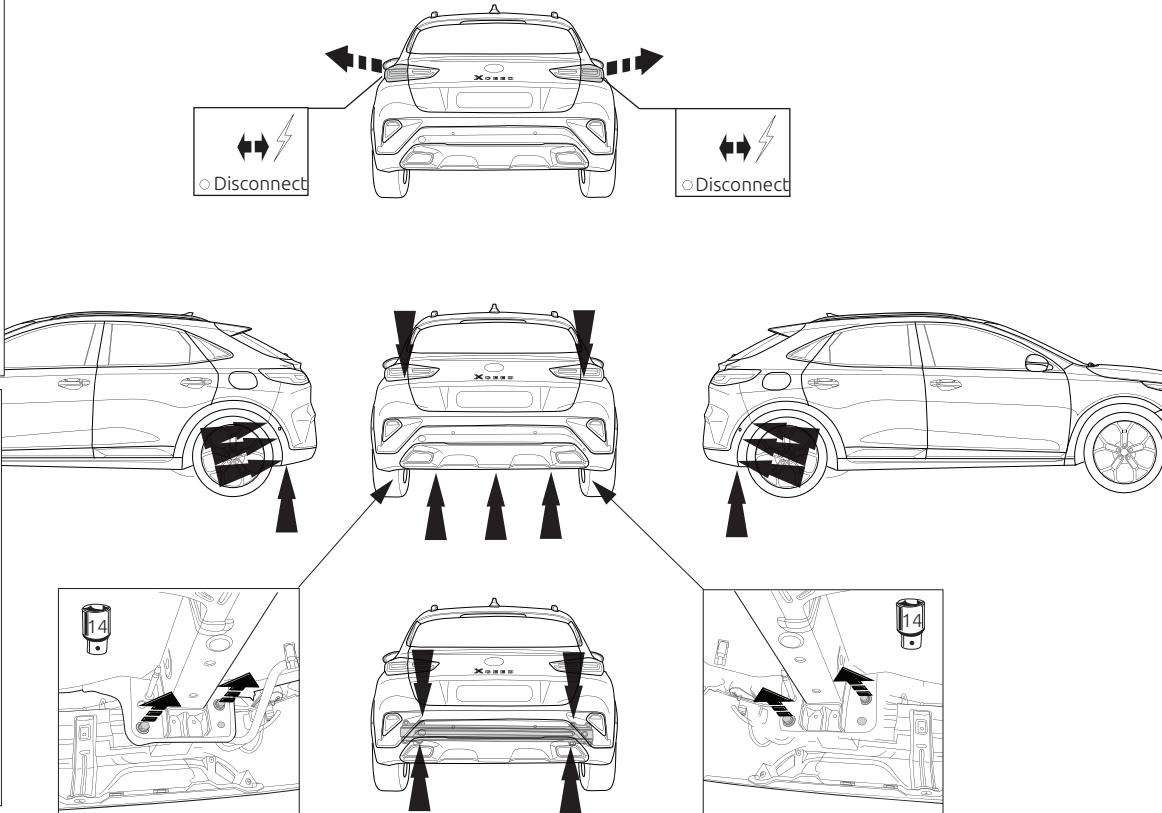

Fig. 1
1. Снять оба блока задних фар. Снять бампер вместе со буферным бруском автомобиля. Буферный брус больше не понадобится. Поставить болты на место. См. рисунок 1.